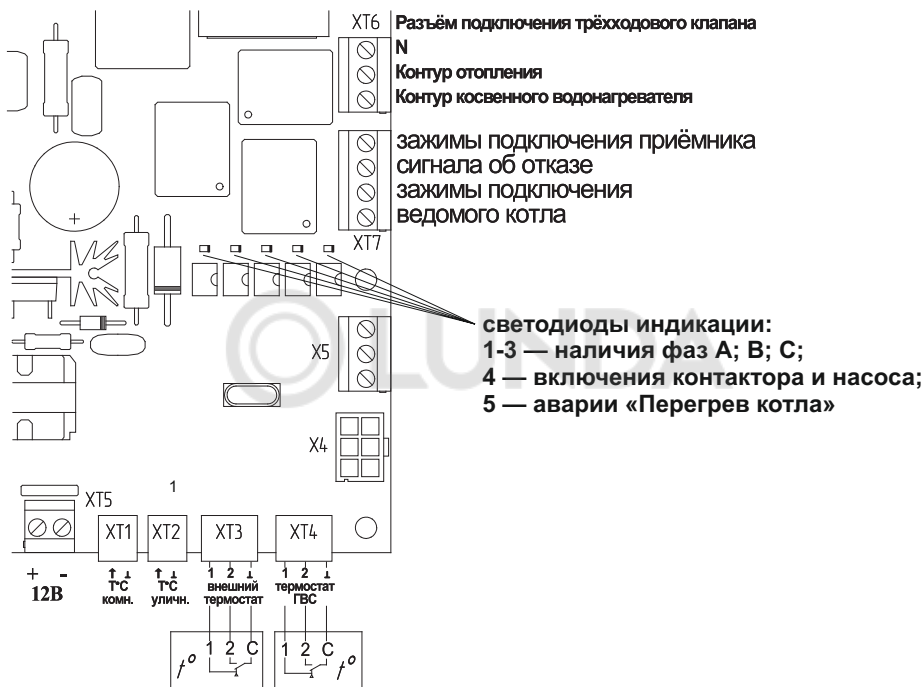

Рисунок 4.
4.5 Плата управления содержит винтовые зажимы для подключения как датчиков температуры воздуха, входящих в комплект прибора, так и других внешних устройств. Расположение разъемов для подключения к прибору внешних устройств показано на рис. 4.
4.5.3 **разъём ХТ3** предназначен для подключения внешнего термостата, ведущего котла или интеллектуальных термостатов MY HEAT GSM, MY HEAT SMART или их аналогов. Для включения нагрева крайние контакты разъёма (1 и ⊥) должны замкнуться, для отключения — разомкнуться. Трёхпроводной термостат следует подключить в соответствии с рис. 4. В случае применения нормально замкнутого (нагрев до размыкания) двухпроводного внешнего воздушного термостата (или ведущего котла), подключаемого к контактам 1 и 2, контакты 2 и ⊥ должны быть соединены перемычкой. Срабатывание термостата вызовет отключение нагрева.
4.5.4 **Разъём ХТ4** предназначен для подключения устройства контроля температуры косвенного водонагревателя, например модуля ГВС EVAN AQUA. В качестве устройства может выступать трёхконтактный термостат (подключаемый в соответствии с рис. 4), нормально замкнутый (нагрев до размыкания) двухконтактный термостат (подключаемый к контактам 1 и ⊥) или NTC-датчик 10 кОм (подключаемый к контактам 2 и ⊥). В зависимости от температуры воды в косвенном водонагревателе производится переключение трёхходового электромагнитного клапана, подключенного к разъёму **ХТ6**, на подачу потока теплоносителя в теплообменник косвенного водонагревателя или обратно в контур отопления и изменение температуры уставки теплоносителя на максимально разрешенную (см. п. 7.4.2.5) или обратно на необходимую для нормальной работы системы отопления.